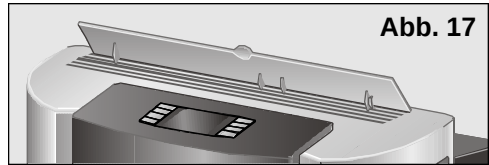

Abb. 17
- ☐ Öffnen Sie die Luftleitklappe auf der Geräteoberseite, **Abb. 17**.